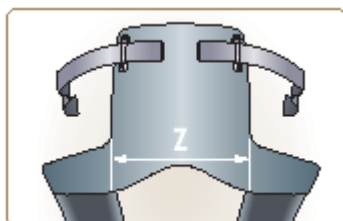

Рис.15-9 Замер ширины "воротника" HANS
- размер Z (мм) = ширина "воротника" HANS® как показано на Рис. 15-9